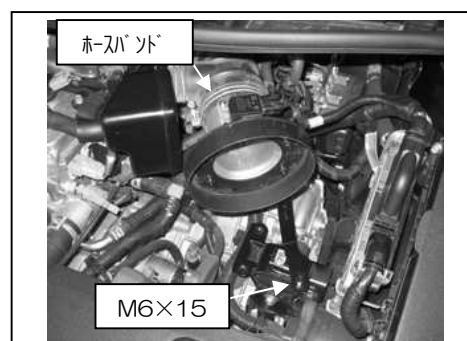

図 8
- ③アダプター-ASSY を車両へ取り付けます。図 8 参照